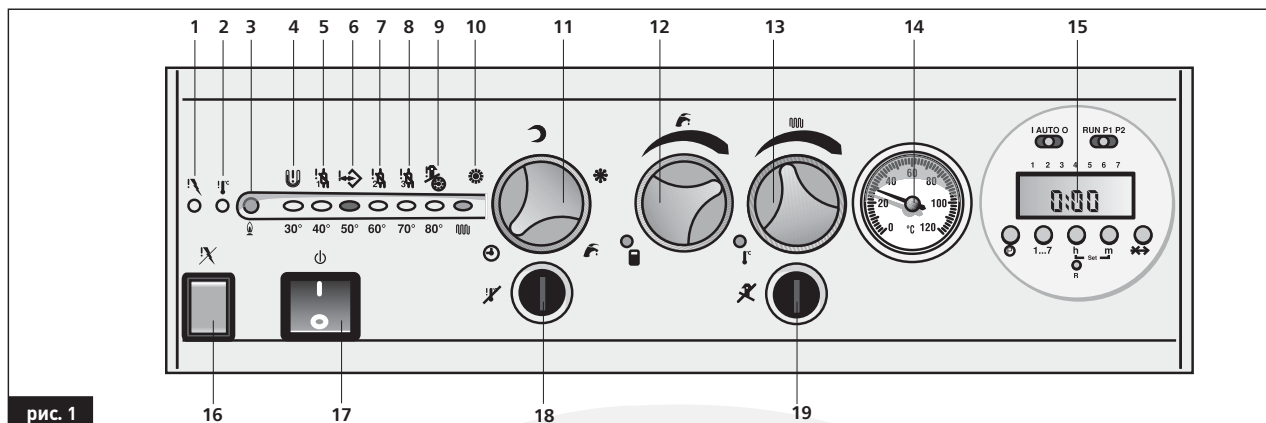

рис. 1
- Установить общий выключатель с подсветкой **17** (рис. 1) в положение **ON** (лампочка выключателя загорается).
- Когда температура отопительного контура опускается ниже установленного значения, загорается индикатор **10** (рис. 1);
ВНИМАНИЕ: При включении котла после долгого простоя, особенно если котел работает на сжиженном газе, запуск котла может быть затруднен. В этом случае перед пуском котла включите какие-либо газовые приборы (например, кухонную плиту, духовку и т.п.). Даже после таких действий котел может запускаться с трудом и блокироваться один или два раза. Осуществляйте перезапуск котла с помощью клавиши **16** (рис. 1).